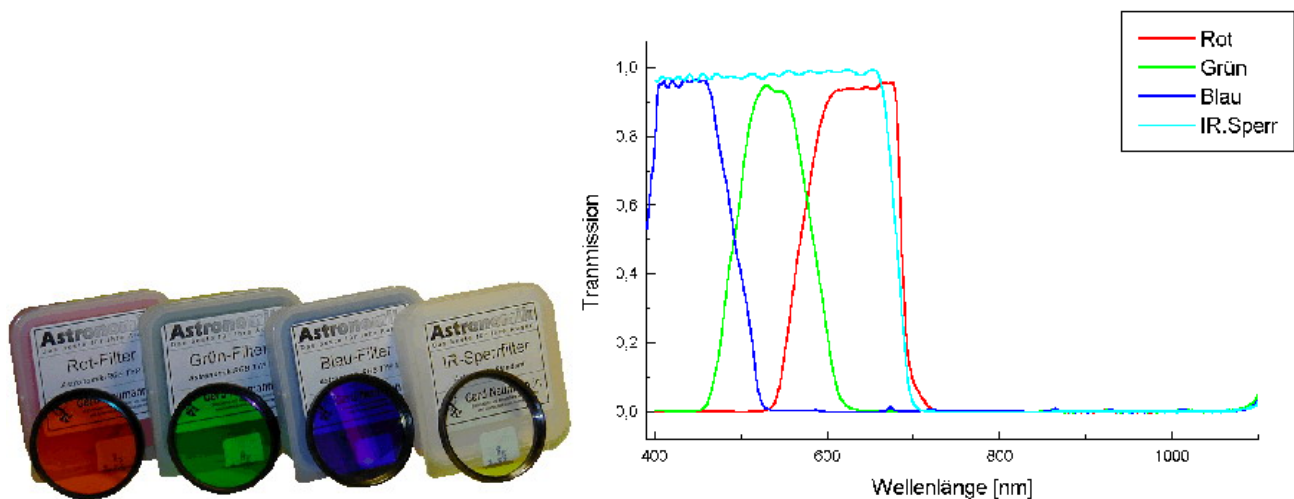

FIG. 4 – Filtres R, V, B, L(IR) et courbes de transmission.
**Les filtres large bande R, V, B (ou R, G, B)** Ces filtres ont des bandes passantes larges d'environ 100 nm (voir Fig. 4) et permettent de réaliser des images en couleur. Le capteur CCD étant noir et blanc, il est alors nécessaire d'effectuer 3 poses distinctes à l'aide de la roue à filtres en Rouge (R), Vert (G) et Bleu (B) de l'objet visé, puis de recombinaison ces images. La roue à filtre possède également un filtre clair (MC) qui laisse passer tout le rayonnement incident. Il est préférable de l'utiliser pour conserver la même mise au point.